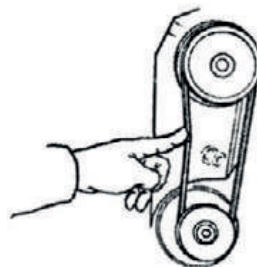

РИС. 14
1. Открутите болты крепления и снимите защитный кожух ремней (Рис. 14).
3. Проверьте натяжение ремней. Нажмите пальцем на ремень в средней части между шкивами с усилием, достаточным для оценки прогиба. Норма: прогиб составляет 10–15мм (Рис. 14).